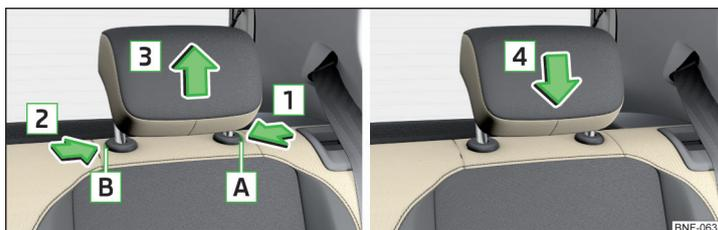

Fig. 54 Retirer/Insérer les appuie-têtes arrière
- ▶ Maintenez le bouton de sécurité **A** dans le sens de la flèche **1**, tout en appuyant avec la clé du véhicule sur le bouton de sécurité dans l'ouverture **B** dans le sens de la flèche **2** et retirez les appuie-têtes dans le sens de la flèche **3** » fig. 54.